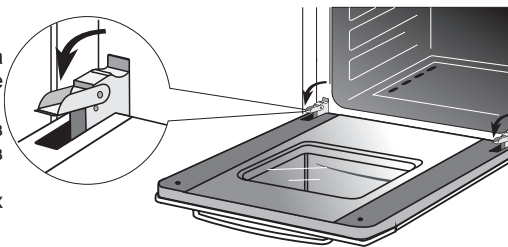

Рис.13
- поднимите и поверните до упора стопорные рычаги, расположенные на двух шарнирах (рис. 13),